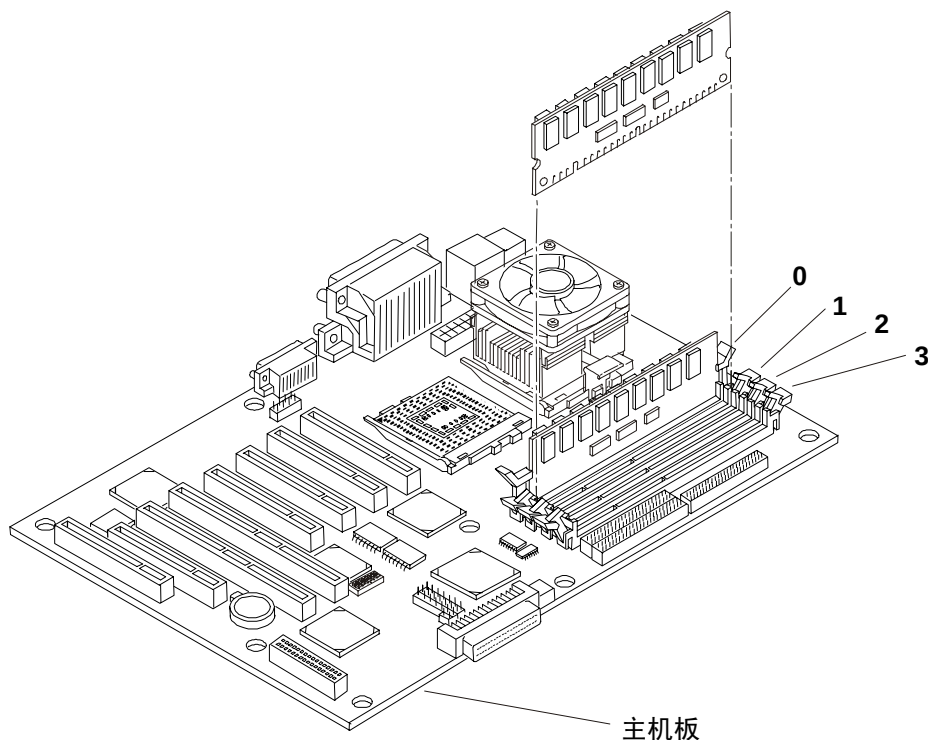

图 4-4. 插入 DIMM
11. 拿住 DIMM，使它与主机板成 90 度；然后将 DIMM 完全插入插槽直至固定栓锁合上为止。请参见图 4-4。